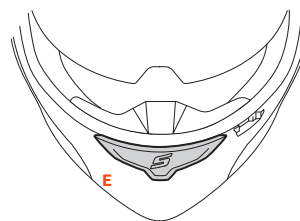

FIGURA 3
TOMA DE AIRE FRONTAL MENTONERA – E – Figura 3/4
- Figura 3: toma de aire completamente cerrada.